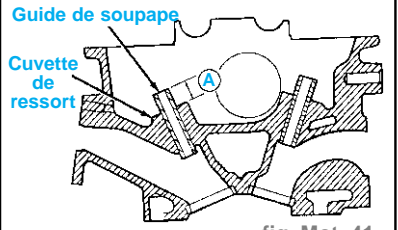

fig. Mot. 41
- Vérifier la hauteur des guides de soupape. (fig. Mot. 41)